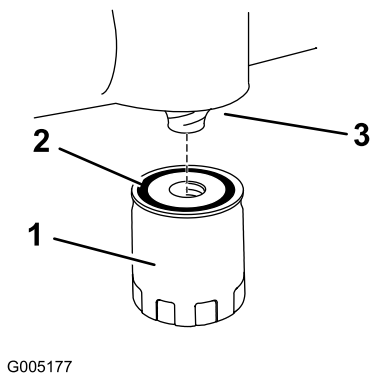

Figura 27
12. Instale el filtro de aceite nuevo en el adaptador de montaje. Gire el filtro de aceite en el sentido de las agujas del reloj hasta que la junta de goma entre en contacto con el adaptador, luego apriete el filtro de 2/3 a una vuelta más (Figura 27).